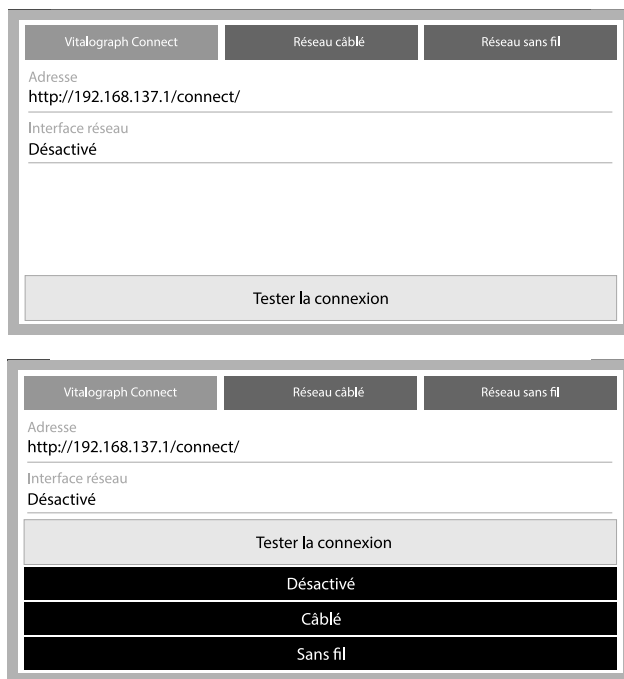

Figure 10
- connexion » en bas de l'écran (voir Figure 10).